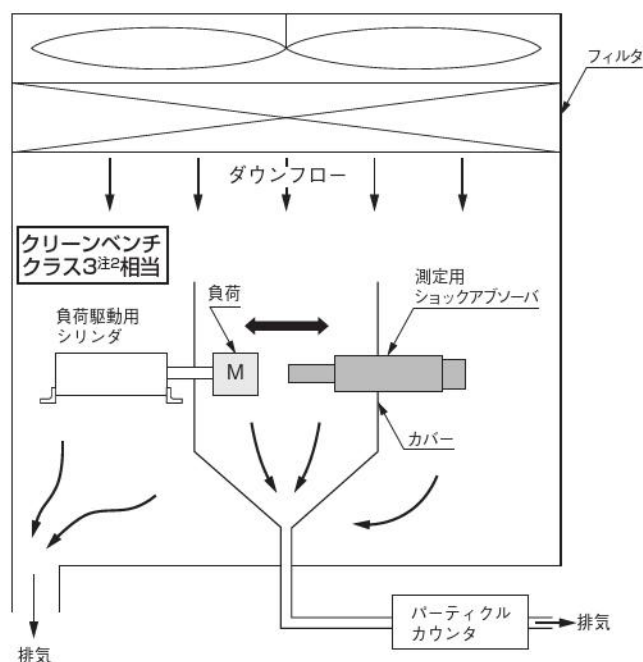

図 1
1. クリーンベンチ(図 1)内の測定用ショックアブソーバおよび負荷駆動用シリンダを作動させず、クリーンベンチ内のパーティクルを測定する（バックグラウンドの測定）^注。